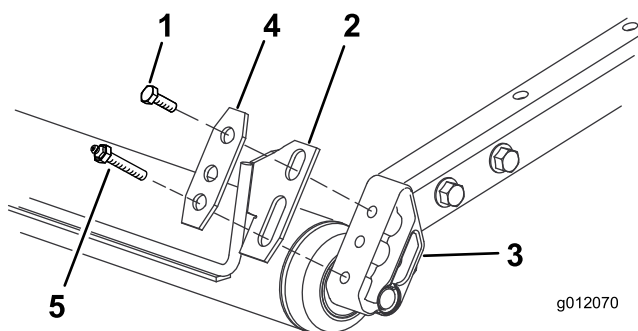

Figura 1
3. Monte provisionalmente cada extremo del rascador y una pletina de rascador en cada soporte de rodillo con el engrasador/perno que retiró anteriormente y un perno (3/8 x 3/4 pulgada) (Figura 1).